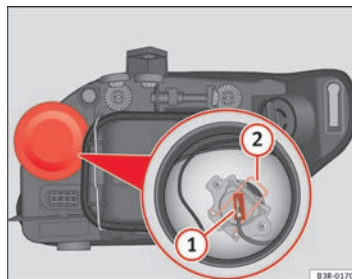

Fig. 209 Abbaglianti
- Estrarre il connettore ⇒ fig. 209 ① della lampada.
- Premere la molla ⇒ fig. 209 ② verso l'interno e verso destra.